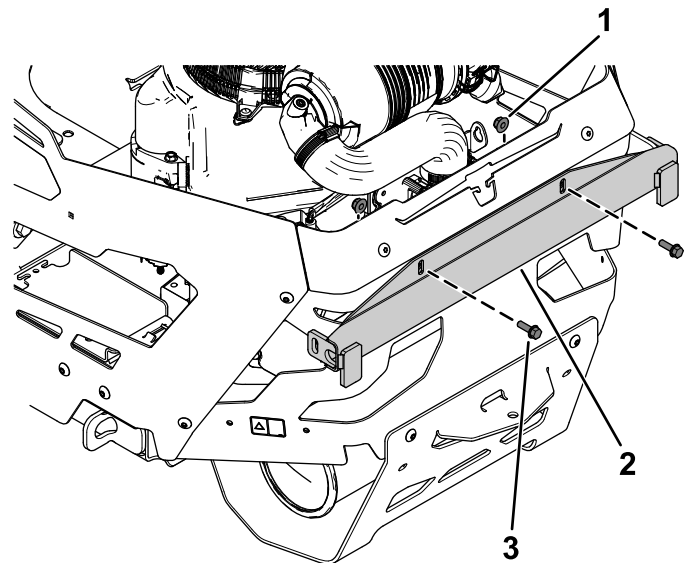

Figura 7
1. Sujete provisionalmente el soporte superior al protector trasero del motor usando 2 pernos con arandela prensada ($\frac{5}{16}$ " x 1") y 2 tuercas con arandela prensada ($\frac{5}{16}$ "), como se muestra en la Figura 7.